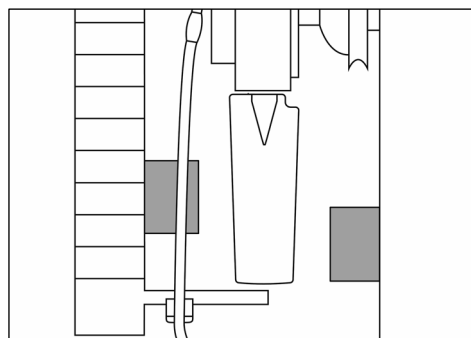

Fig. 34
- 30)** Sincerarsi che in posizione obliqua le pale non collidano con eventuali oggetti davanti o dietro la ventola (distanza minima 5 mm (0.196") / vedi Fig. 34).